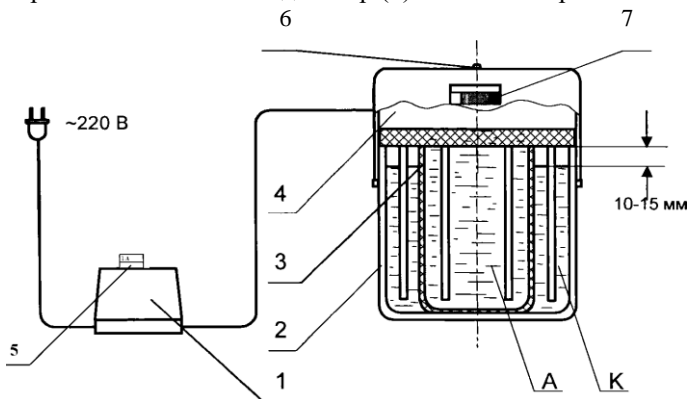

Рис. 1 - Общий вид электроактиватора
4.1 Электроактиватор состоит из четырех основных частей (рис. 1):
- блока питания (1);
- основной ёмкости (2);
- керамического стакана (3), вставляемого в основную ёмкость;
- съёмной верхней крышки (4) с электродами.
напряжения на электродах (6, рис. 1). Убедитесь визуально, что выделение пузырьков газа наблюдается на обоих катодах.